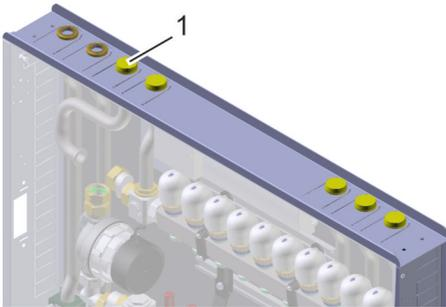

Abb. 31: Schutzkappen entfernen
1. ➔ Schutzkappen (Abb. 31/1) der Rohre entfernen.